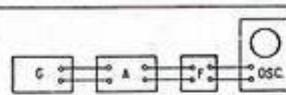
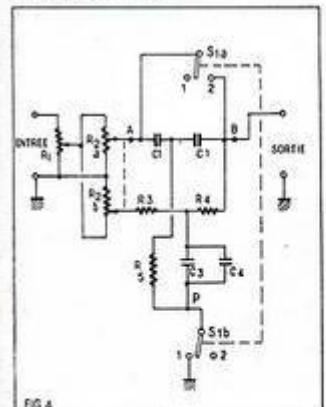

FIG. 1
FIG. 4
Cette mesure pourrait s'effectuer à l'aide d'un oscilloscope, d'un générateur et de divers filtres suivant le schéma de la figure 1.
d) Introduisons un filtre entre la sortie de l'amplificateur et l'entrée de l'oscilloscope c'est-à-dire reproduisons le montage de la figure 1.
Une réalisation pratique du filtre en double T en R et C est due à C. F. White et K. A. Morgan suivant le schéma de la figure 4.
Ces deux potentiomètres sont à variation linéaire et connectés comme l'indique la figure 4 ce qui a pour effet de rapprocher le curseur de R_{11} de la masse lorsque celui de R_{21} s'en éloigne.
On réalise un montage comme celui de la figure 1 dans lequel le filtre est celui de la figure 4. On accorde le générateur sur la fréquence f pour laquelle on désire connaître la distorsion totale.
Les valeurs des éléments R et C du schéma de la figure 4 sont : $R_1 = 25 \text{ k}\Omega$, $R_{11} = R_{21} = 20 \text{ k}\Omega$, $R_2 = R_3 = 200 \text{ k}\Omega$, $R_4 = 100 \text{ k}\Omega$, $C_1 = C_2 = 800 \text{ pF}$, $C_3 = C_4 = 800 \text{ pF}$.
Il est conseillé de monter l'intégralité du filtre de la figure 4 dans un boîtier métallique entièrement clos. On reliera avec des câbles blindés, l'entrée et la sortie de ce filtre, aux appareils indiqués par la figure 1.